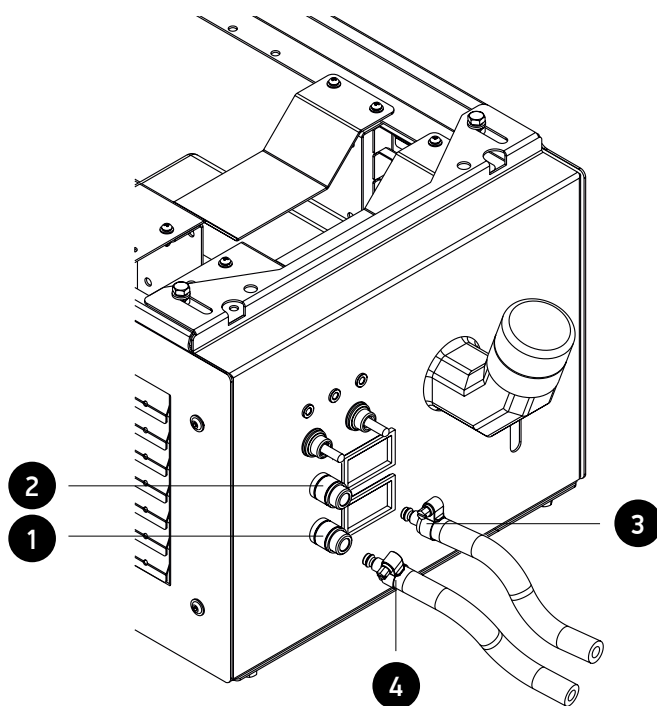

рис. 5.2. Схема подключения шлангов охлаждающей жидкости
- 5) для спуска воздуха из насоса нажать на невозвратный клапан быстродействующей соединительной муфты подачи охлаждающей жидкости в горелку (поз.1 рис.5.2) и удерживать до появления жидкости;
- 6) подсоединить шланг подачи охлаждающей жидкости сварочной горелки (синий) (поз.4 рис. 5.2) к БВО при подключенной системе охлаждения горелки (см.п.6);
- 7) заправить шланг отвода охлаждающей жидкости из системы охлаждения (красный) (поз.3 рис.5.2) в горловину бака;